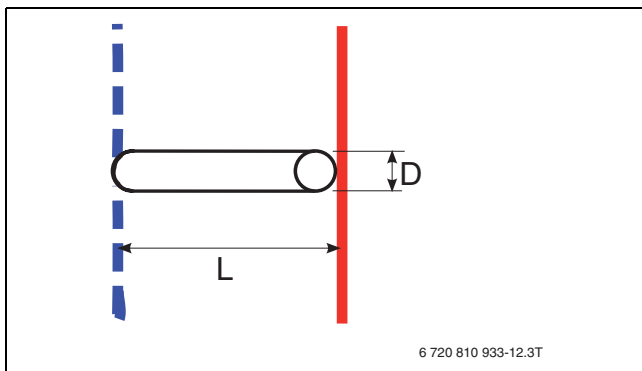
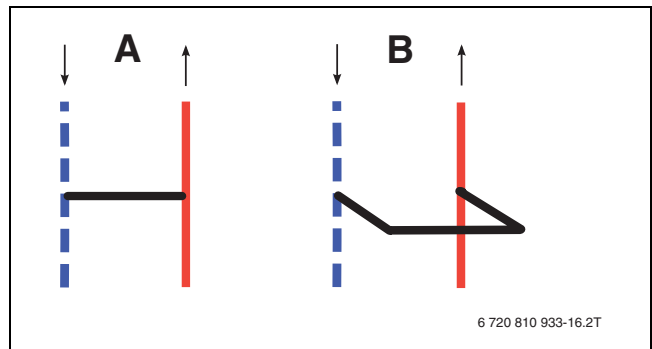

Fig. 4 Vista detallada bypass (→ [1] fig. 2 y 3)
Fig. 5 Conducto de bypass
- [1] Bypass (→ fig. 4) (→ [1] tab. 8)
([A] → fig. 5) Longitud mínima de bypass ([L] → fig. 4)	([B] → fig. 5) Longitud mínima de bypass ([L] → fig. 4)